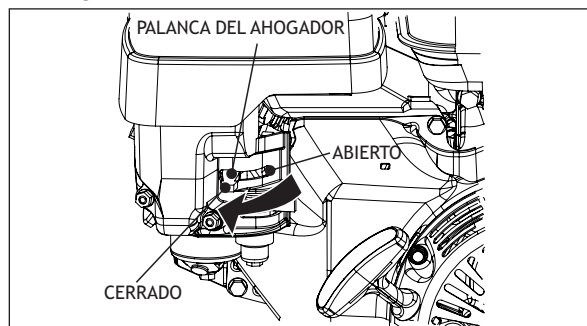

Fig 3. Palanca del ahogador
2. Para arrancar el motor en frío, mueva la palanca del ahogador (Fig 3) a la posición "CLOSED" "CERRADO"